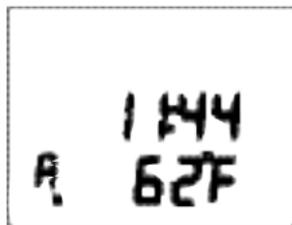

Fig. 70 - INMERSIÓN NORMAL ALT 3
**INMERSIÓN NORMAL ALT 3; ésta es la información mostrada (Fig. 70):**